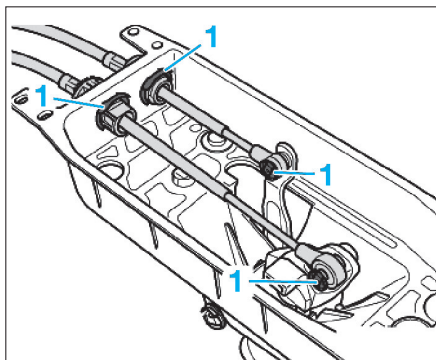

Fig. 12
- Déposer les segments d'arrêt (1) (Fig.12) et les câbles du boîtier de levier de vitesses.